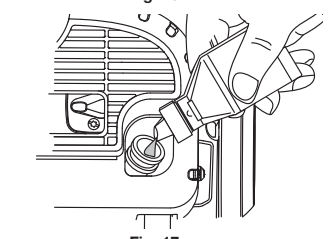

Fig. 17
- Remplissez le carter avec 60 ml (2,03 oz) d'huile SAE 30 SF, SG, SH (Fig. 17).